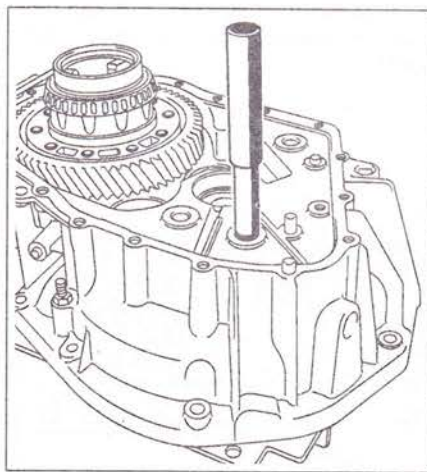

Рис. 5.82. Установите подшипники при помощи приспособления В. Vi. 1510-01, индекс Q.
2. Установите подшипники при помощи приспособления В. Vi. 1510-01, индекс Q (рис. 5.82).